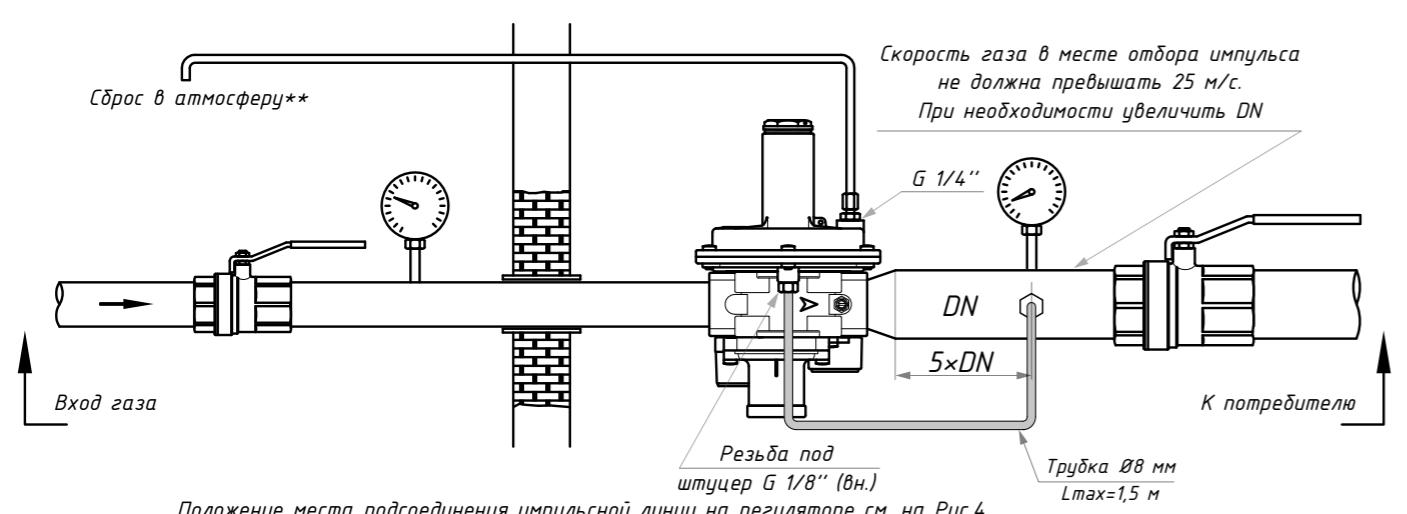

Рис. 9
- Он может быть установлен в любом положении, даже если установка предпочтительнее, как указано в п. 7.4 (пример монтажа). На регуляторе со стороны выхода имеется золотник отбора давления (23) для удобства выполнения настройки параметров работы регулятора;
- В версиях СТАНДАРТ для получения расхода газа более 30 нм3/ч необходимо подключить внешнюю импульсную линию в регулятор с разъемом G 1/8" (см. Схему монтажа рис. 9). Для этого необходимо снять заглушку (30) (см. рис. 4);
- Вывести трубуброса от сбросного клапана (см. п. 7.4 - п.7.6) в атмосферу согласно действующим нормам правилам, сняв пылезащитный колпачок (25);